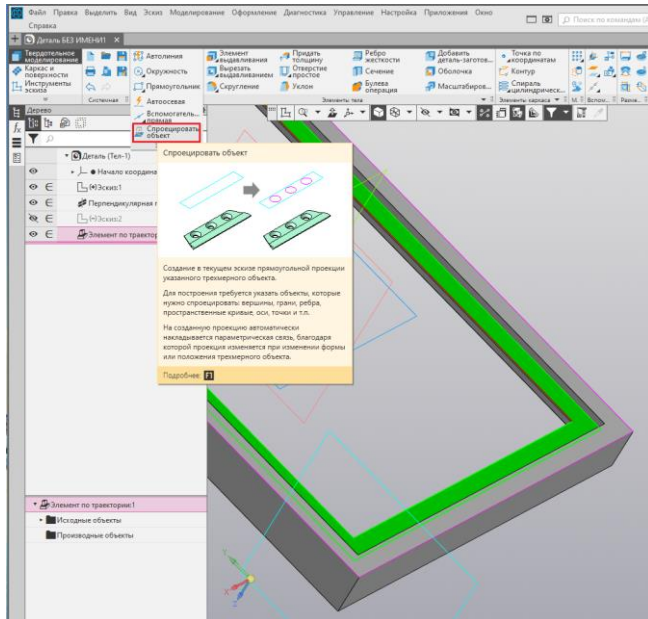
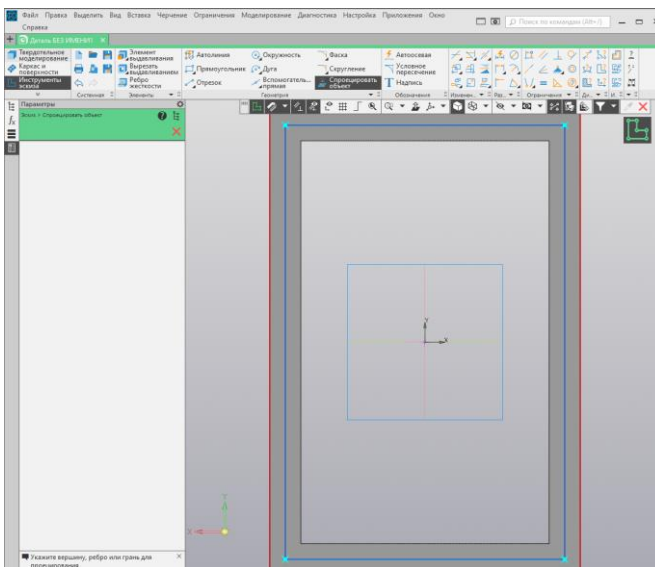

Рис. 12.
Рис. 13.
8. Создаем подрамник. Для этого выполняем поворот модели , указываем плоскость выемки под подрамник (рис. 12). Включаем **Эскиз** , на панели **Эскиз** активируем **Спроецировать объект**  и проецируем отрезки, которые составляют эскиз для подрамника (рис.13).